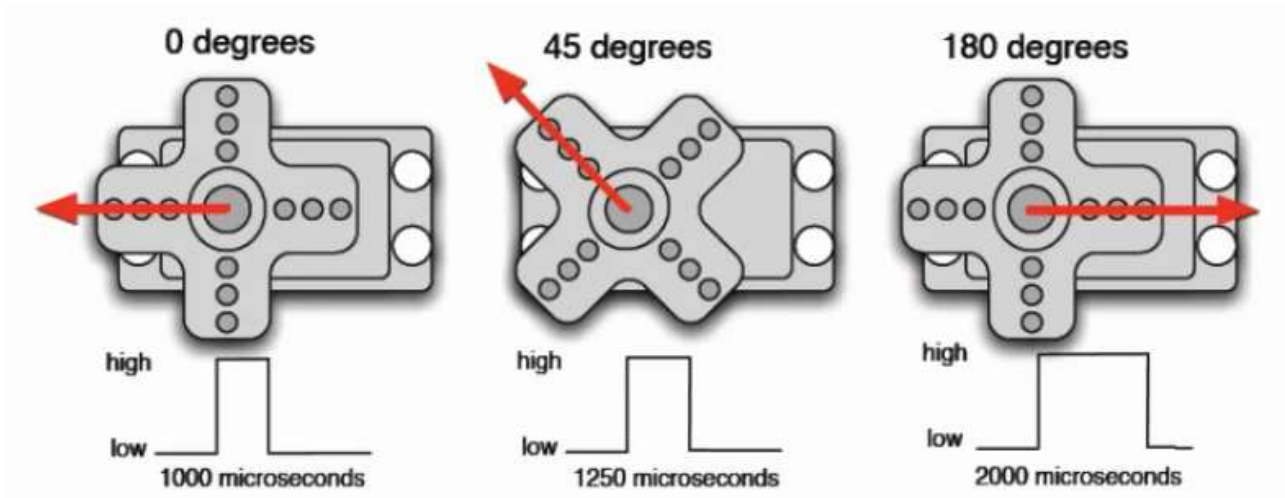

Рис.3.17 – Діаграма сигналів керування сервоприводом.
2. Розробити програмний код системи керування для забезпечення повороту валу сервопривода згідно діаграм (рис.3.17).